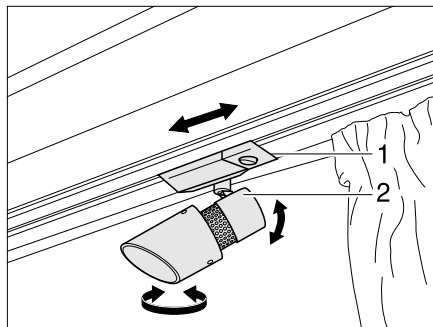

Bild 84 Halogenspotleuchte
- Gehäuse (Bild 84,2) fassen und drehen.
- Halterung (Bild 84,1) fassen.